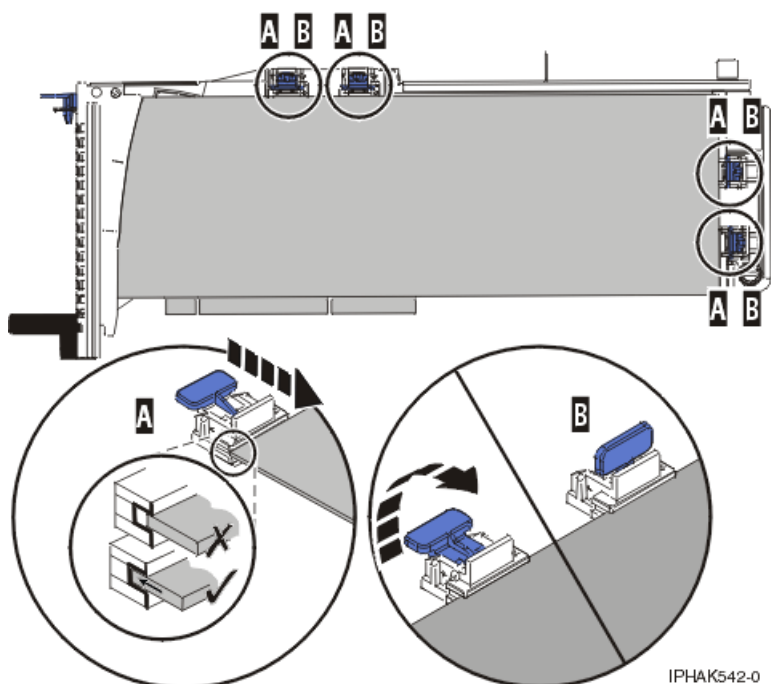

Figure 75. Carte longue dans la cassette de cartes PCI avec supports et stabilisateur en place
- 3) Placez et verrouillez les crochets de retenue (B) (voir figure 75, à la page 84).